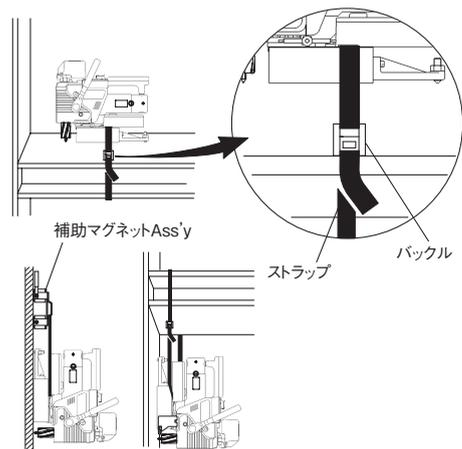

図 8
- **ベルトラッシングで落下防止をしてください。(図 8)**